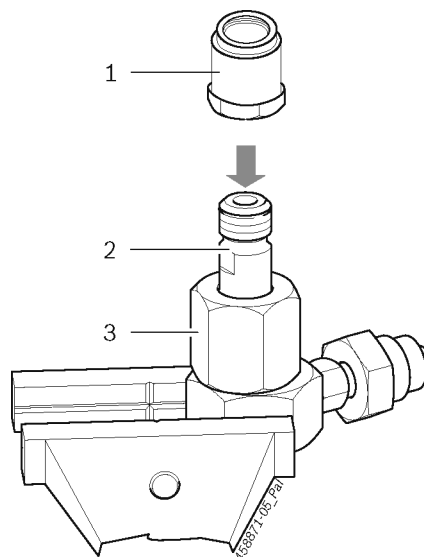

Рис. 10. Накручивание гайки переходника на соединительный элемент
1. Наверните гайку переходника M14 x 1,5 (рис. 10, поз. 1) на соединительный элемент (рис. 10, поз. 2) так, чтобы расстояние до накидной гайки (рис. 10, поз. 3) составляло приблизительно 1,5 мм.